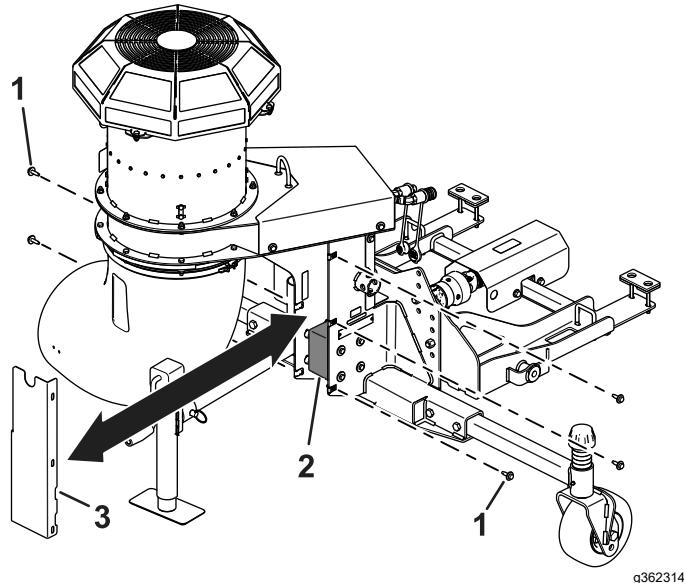

図 24
2. ギアケースのカバーをブロアに固定しているボルト5本とワッシャを外す図 24。
3. カバーを外すと、ブロアのギアケースがある図 24。